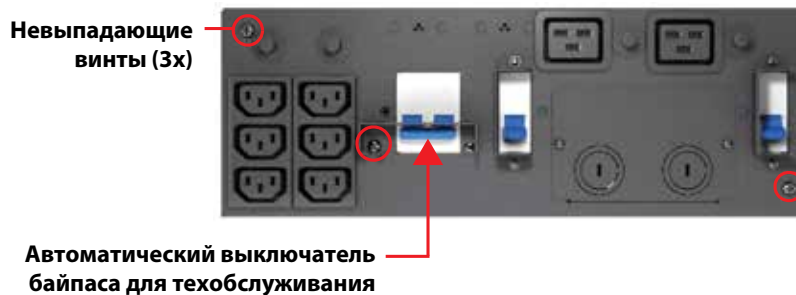

Рис. 16: Снятие блока распределения питания
2. Ослабьте один невыпадающий винт над автоматическим выключателем байпаса для техобслуживания (расположение автоматического выключателя указано на рис. 16).